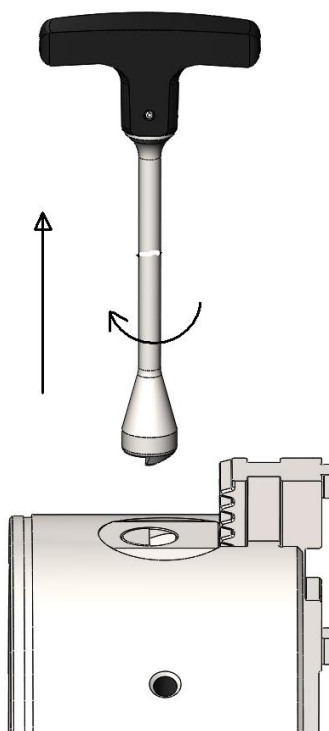

Abb. 16 Backensperre
- Drehen Sie den Schlüssel um 90° in die andere Richtung (im Uhrzeigersinn), um die Backenposition zu verriegeln, und entfernen Sie sie aus der Grundbacke Abb. 16